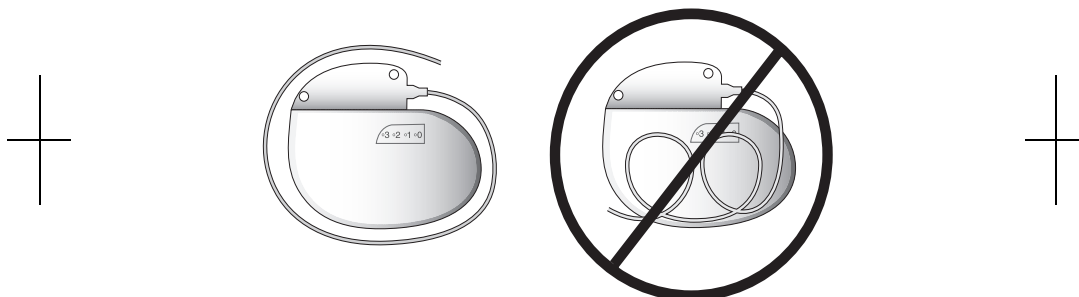

Figura 5. Avvolgere la lunghezza in eccesso intorno al perimetro del neurostimolatore Modello 3058.
- ⚠ **Attenzione:** non arrotolare la lunghezza in eccesso sul lato del neurostimolatore su cui è inciso il codice di identificazione. Avvolgere la lunghezza in eccesso intorno al perimetro del neurostimolatore (Figura 5) per evitare di aumentare la profondità della tasca sottocutanea e per ridurre al minimo eventuali danni durante l'intervento chirurgico di sostituzione del neurostimolatore, il rischio di attorcigliamento od eventuali interferenze con la telemetria durante la programmazione.